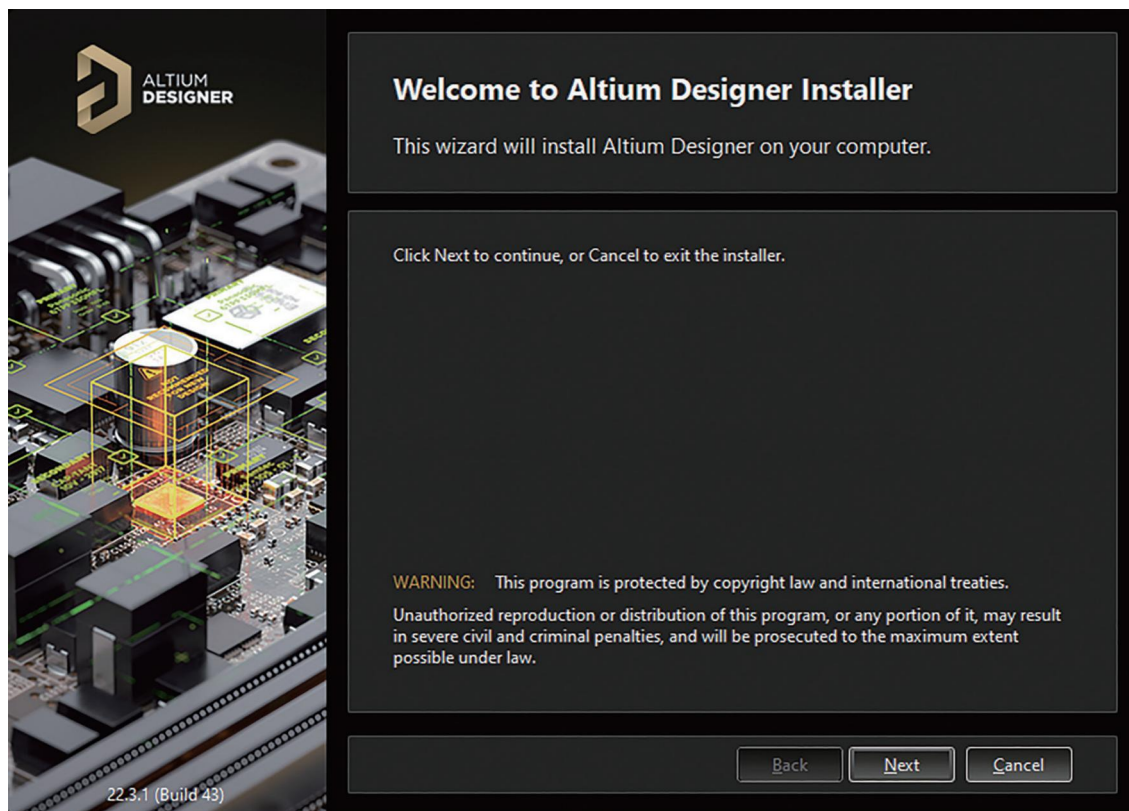

图 1-4 欢迎界面
(2)弹出对话框、进入欢迎界面,如图 1-4 所示,单击“Next”按钮。